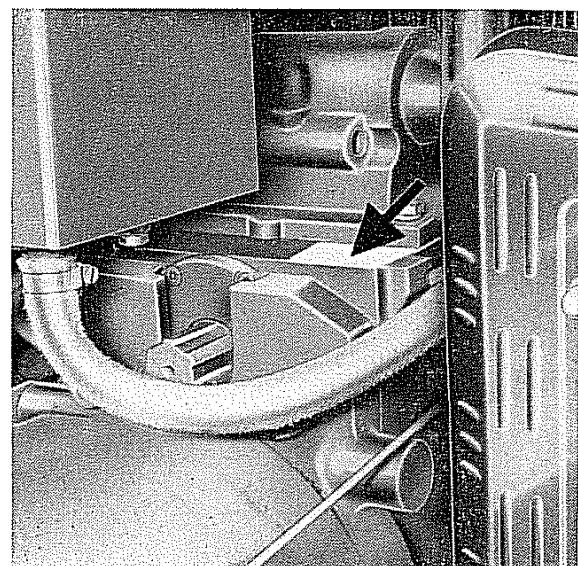

Fig. 42 - Punzonatura, modello e numero della transporter
N.B. - Sia la sigla del modello che il numero della transporter si trovano stampigliati sull'apposita targhetta situata sul longherone sinistro del cassone oppure nel punto indicato dalla freccia in fig. 42.